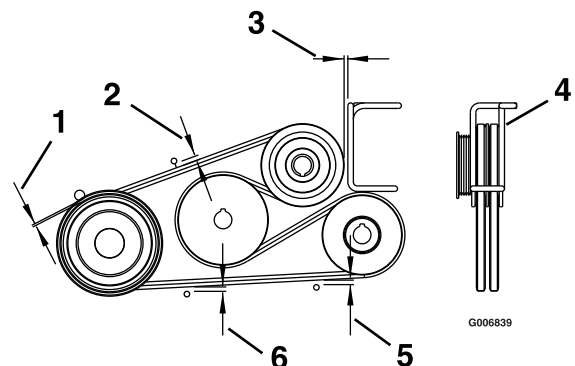

Bild 63
4. Stellen Sie die Riemenführungen ein, wie in Bild 63 abgebildet.